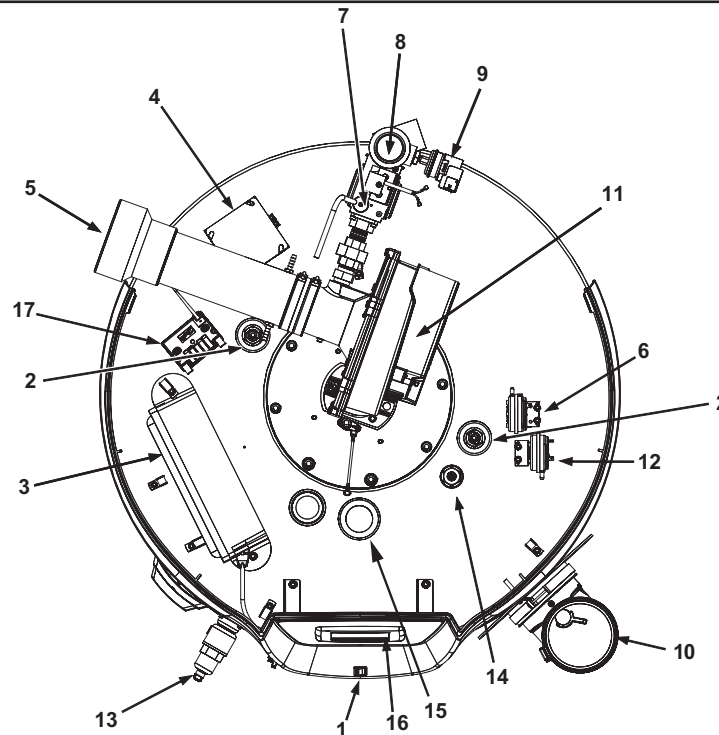

Figure 3. Vue de dessus
2. Enceinte de carte CCB. Voir la description à la *Figure 3* (page 8).
6. Manocontact de basse pression de gaz. Voir la description à la *Figure 3* (page 8). Voir *Table 4* (page 10) et Pression de gaz requise à la page 10.